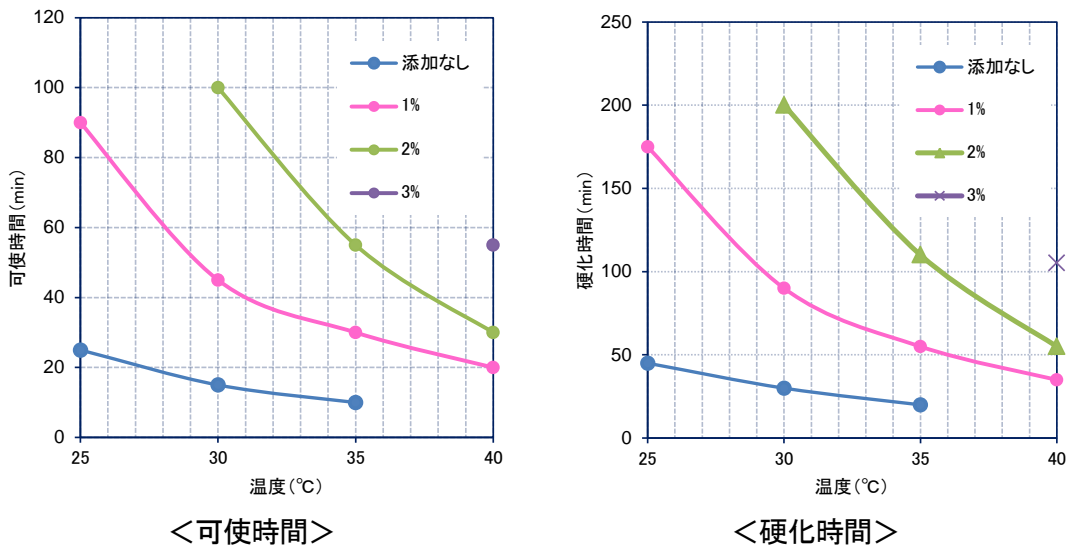

図 4 専用硬化遅延剤使用時の硬化特性
- A 剤 に対し、デンカ NS ガードグレー専用硬化遅延剤を必要量計量して添加し、均一になるまでハンドミキサー等で約 1 分間混合する。添加量は表 5 および図 4 を参照すること。